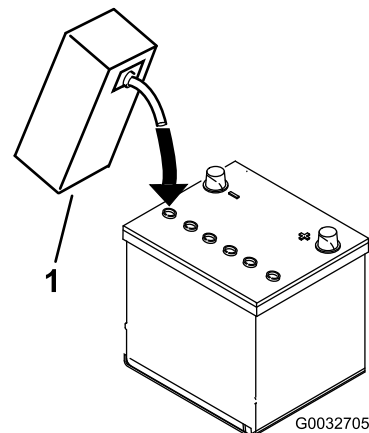

Figura 8
3. Llene cuidadosamente cada celda con electrolito hasta que las placas estén cubiertas de aproximadamente 6 mm (¼") de fluido (Figura 8).
4. Espere aproximadamente 20–30 minutos para que el electrolito penetre en las placas. Llene si es necesario para que el electrolito llegue a una distancia de aproximadamente 6 mm (¼") del fondo del hueco de llenado (Figura 8).